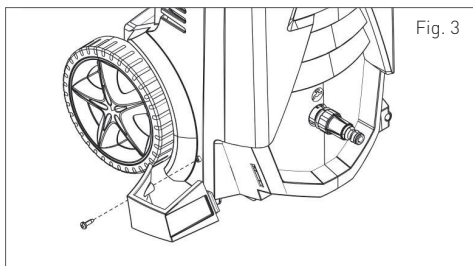

Fig. 3
**(2)** Instalar o protetor da Vara de Pulverização (fig.3).